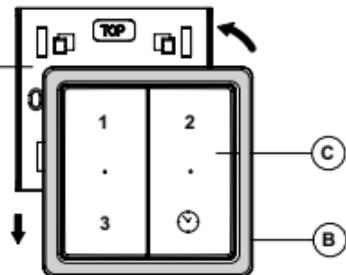

Fig. 6.
3. Platzieren Sie den drahtlosen Schalter mit Rahmen ca. 5 mm über der Sicherungsplatte A und bewegen Sie ihn nach unten, bis er in den Klemmen der Sicherungsplatte einrastet. (Abb. 6).